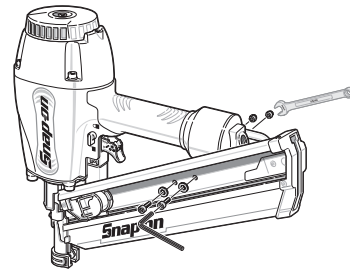

Figura 9
2. Afloje los tornillos hexagonales de la parte posterior del cartucho y jale de éste último. Consulte la Figura 9.